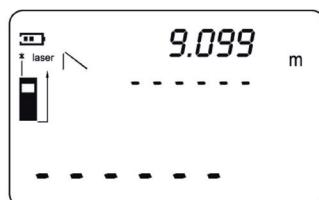

Fig. 17
- Premere il tasto "Read" per visualizzare la lunghezza misurata AB nella prima riga del display (fig. 17).